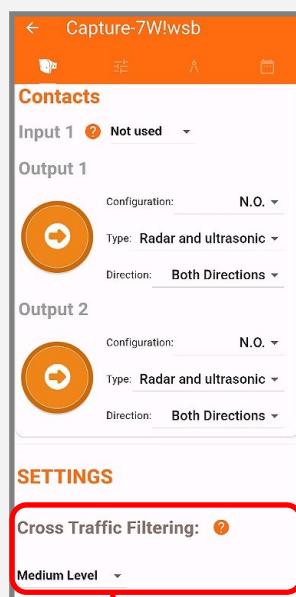

Fig 3
- 3) Attivare il Filtraggio Traffico Parallelo prima di eseguire la calibrazione. Fig 3